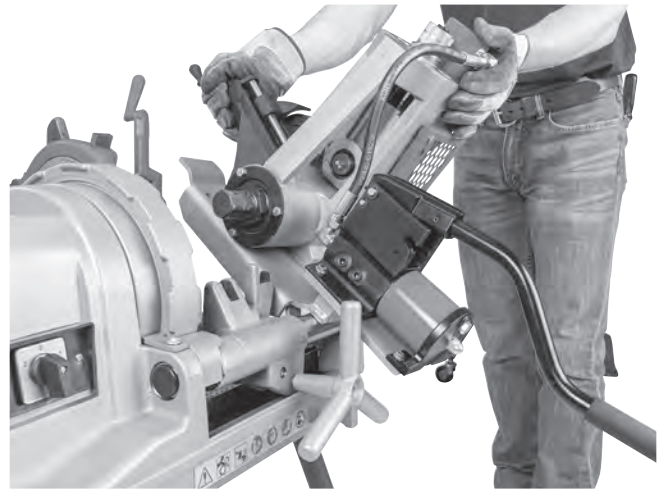

Abbildung 8B - Installation des 918 auf der 1233 Gewindeschneidmaschine
4. Setzen Sie den offenen Schlitz (Pumpenseite) des Sockels über die vordere Schlittenschiene (*Abbildung 8B*) und senken Sie den Stabilisator auf die hintere Schlittenschiene ab.